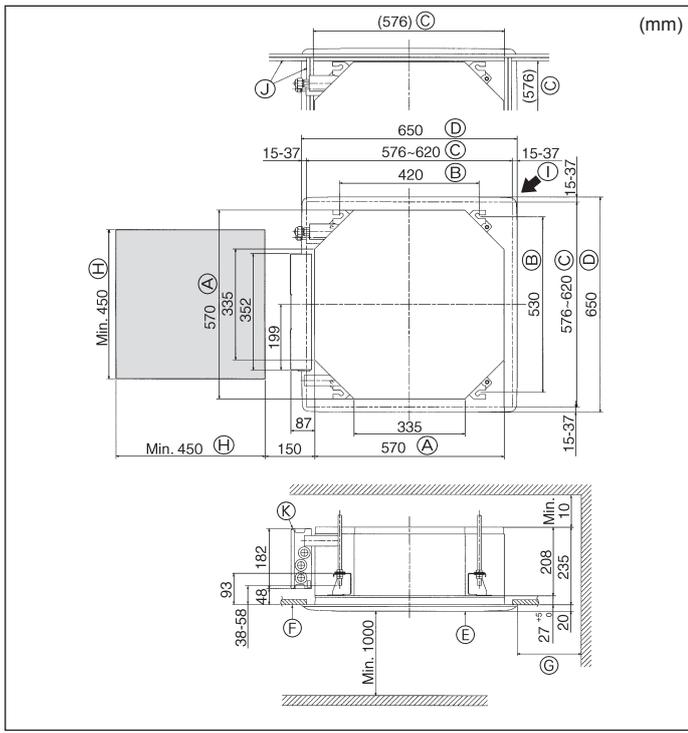

Fig. 2-2
\*B: Süspansiyon cıvatasının kalınlığı (detaylar için bkz Fig. 2-2 (B))
## 2.2. Tavandaki açıklıklar ve askı cıvatalarının yerleri (Fig. 2-2)